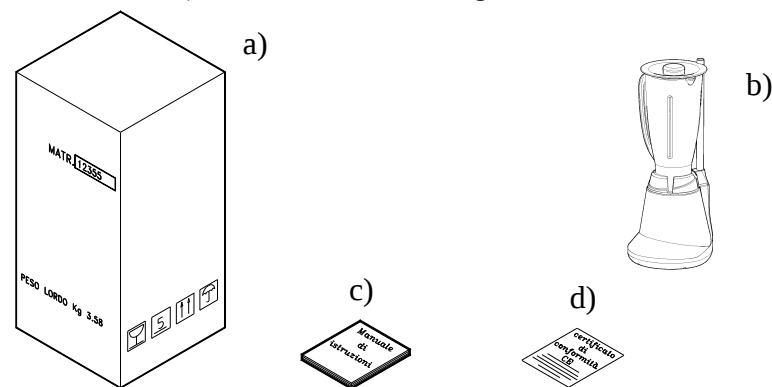

ABB. 3 - Verpackungsbeschreibung
3.1 - VERSENDUNG DES GERÄTES (siehe ABB. 3)
Weist das Paket beim Eintreffen keine sichtbaren äußeren Schäden auf, kann es geöffnet werden und nach Vorhandensein aller Teile kontrolliert werden (siehe ABB. 3). Sollte das gelieferte Paket Schäden aufweisen, muss der Speditionär darüber informiert werden und innerhalb von drei Tagen nach Lieferungsdatum ein Schadenbericht erstattet werden. **Die Packung nicht auf den Kopf stellen!!** Beim Fortbewegen die Packung an allen vier Seiten gut festgehalten und zum Boden hin parallel halten.